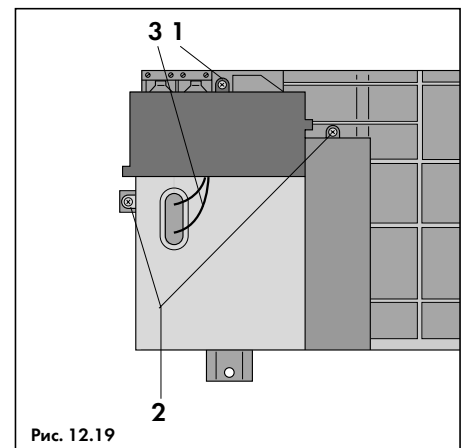

Рис. 12.19
- Вытащить кабели электродов розжига (3, рис. 12.19) из разъема под резиновым колпачком на крышке блока электроники;
- Снять крышку блока электроники, выкрутив 3 винта (1 и 2, рис. 12.19);